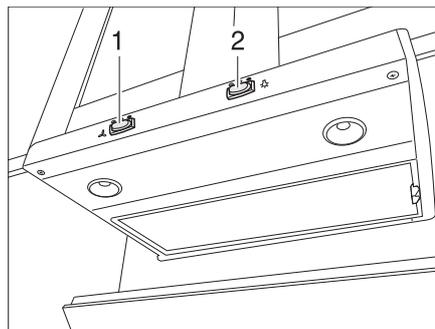

Bild 127 Dunstabzug
- Den Dunstabzug mit dem Schalter (Beispiel: Bild 127,1) ein- und ausschalten.
- Die Kochstellenleuchten mit dem Schalter (Beispiel: Bild 127,2) ein- und ausschalten.